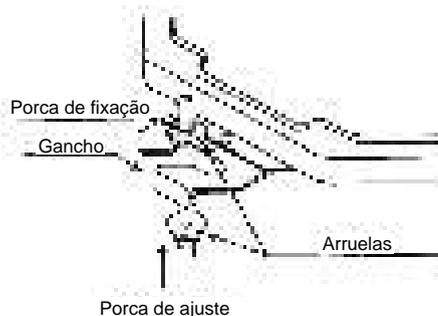

Fig. 4
4. O torque para aperto das flanges também esta na "Tabela 1". É recomendável o uso de óleo para compressores (compatível com R22), nas flanges, conforme fig.4.